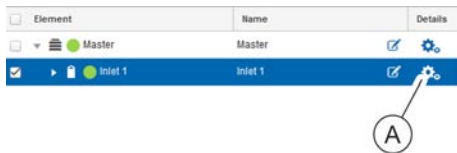

Abb. 169: Details des Elements "Inlet <Nr.>" aufrufen
2. ➤ In der Registerkarte "Status" die Details der betreffenden Zuleitung (Element "Inlet <Nr.>") aufrufen (Abb. 169/Ⓐ).